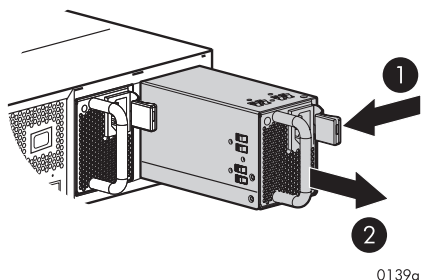

Figure 3 Extraccin de una fuente de alimentacin
2. Mientras mueve el pestillo de color rojo hacia la izquierda (1, Figure 3), sujete el asa y saque la fuente de alimentacin de la carcasa (2).